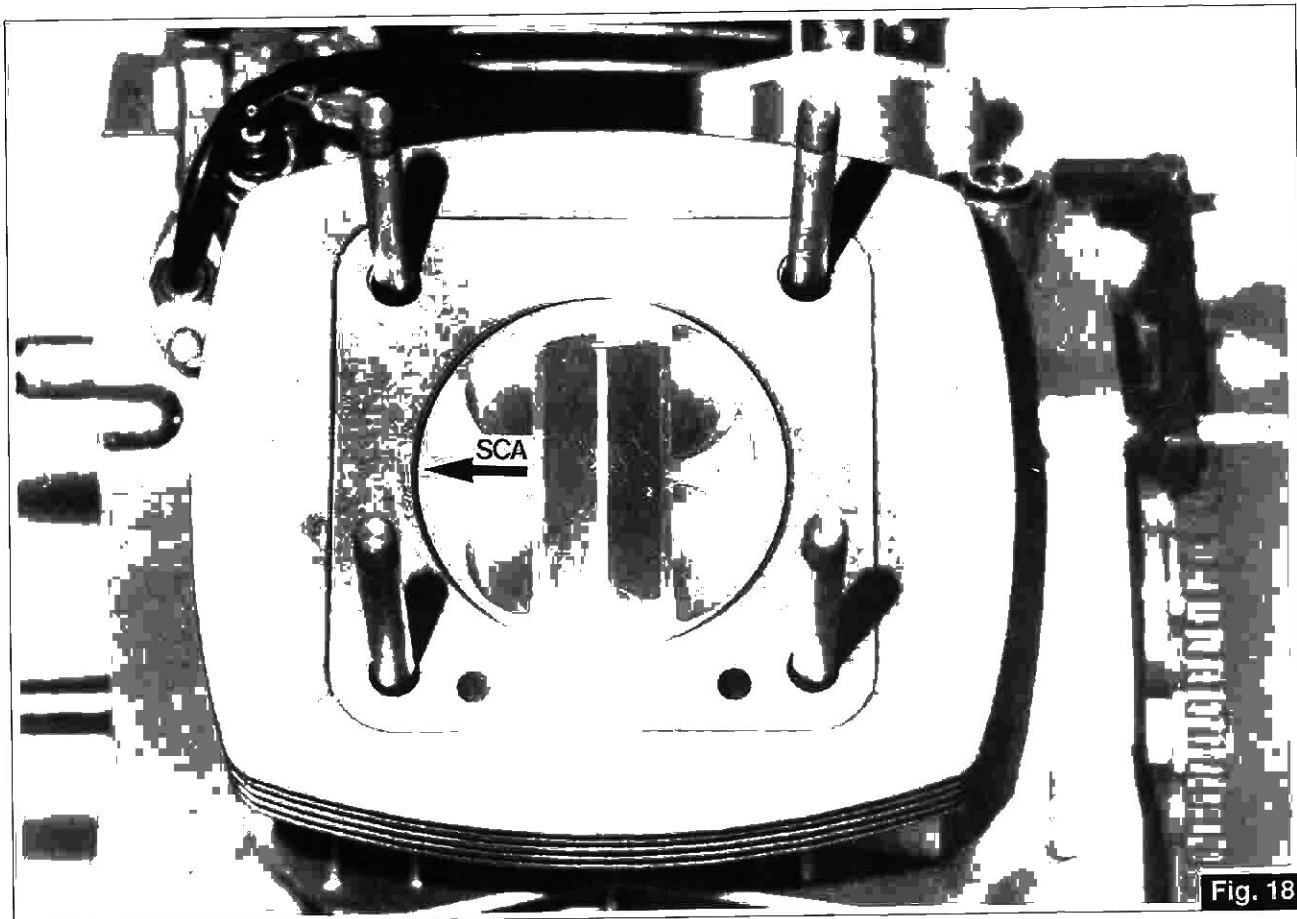

Fig. 18
– Togliere i fermi spinotto, lo spinotto ed il pistone. Tenere presente, al rimontaggio, che la freccia stampigliata sulla testa del pistone dovrà essere rivolta verso lo scarico. (fig. 18)
– Remove the gudgeon pin catches, the gudgeon pin and the piston. When reassembling, remember that the arrow on the piston head must be turned towards the discharge (fig. 18).